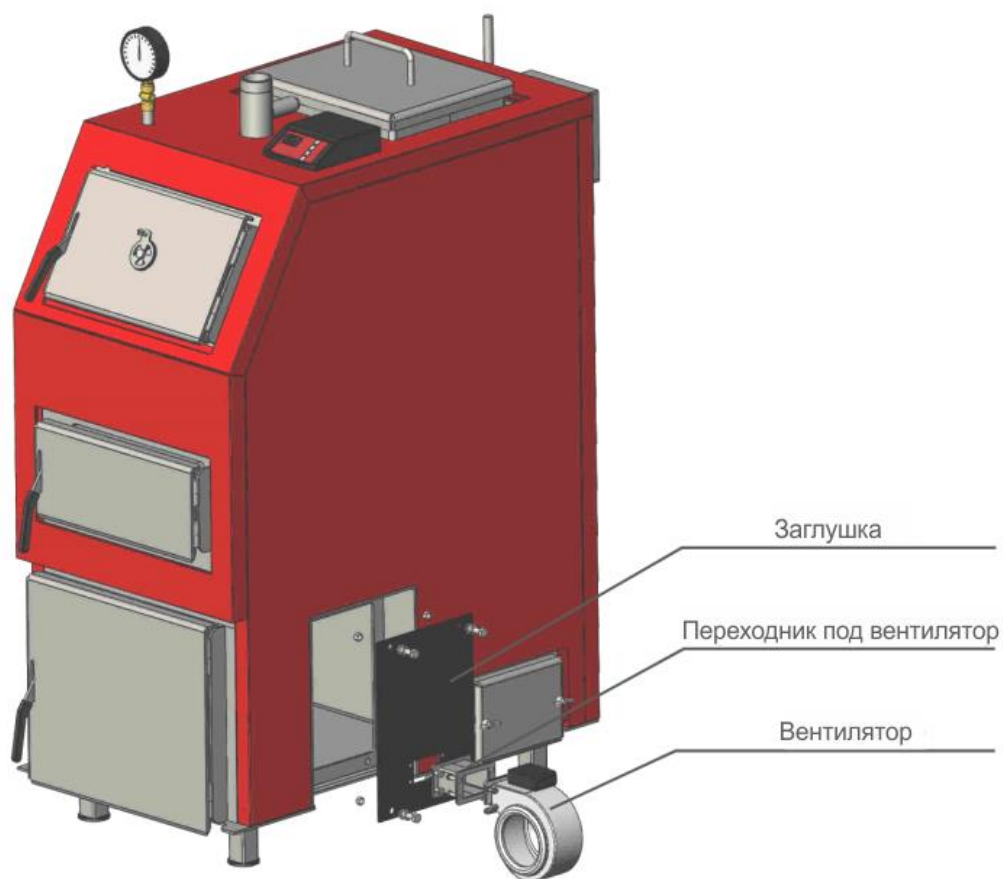

Рис.4. Схема монтажа заглушки с вентилятором на место пеллетной горелки при необходимости ремонта или сервисном обслуживании
- Установить вентилятор с переходником на заглушку (см. Рис.4).
Схема монтажа заглушки с вентилятором для работы котла в ручном режиме при демонтированной пеллетной горелке показана на Рис.4.